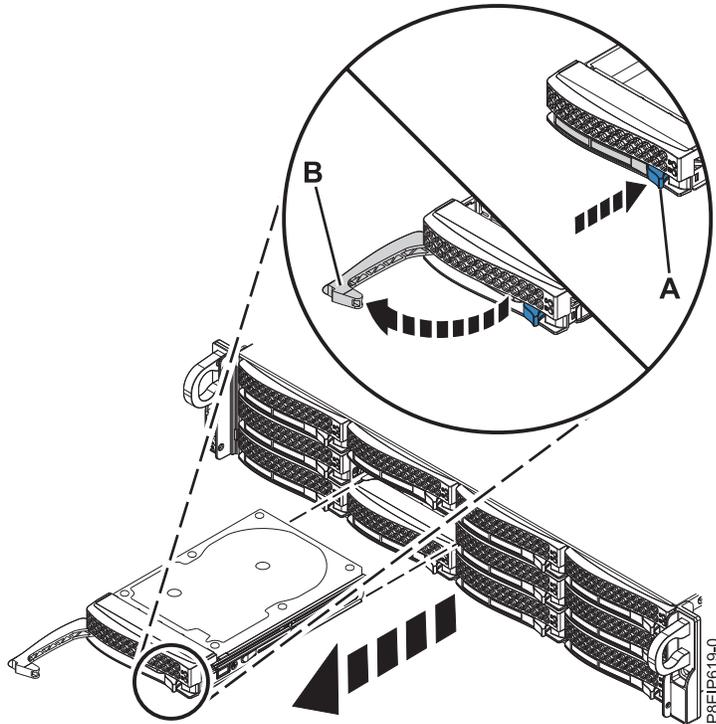

Abbildung 15. Laufwerk ausbauen
2. Entriegeln Sie den Griff an der Laufwerkposition **(B)**, indem Sie auf die Griffentriegelung **(A)** drücken (siehe Abb. 15 auf Seite 20). Der Griff **(B)** schnappt in Ihre Richtung auf. Wenn der Griff nicht vollständig aufspringt, kann das Laufwerk nicht aus dem System gezogen werden. Wenn das Laufwerk nicht der Seriennummer entspricht, die Sie im vorherigen Schritt notiert haben, installieren Sie das Laufwerk erneut an der Position, aus der Sie es ausgebaut haben, und prüfen Sie die anderen Laufwerkpositionen.